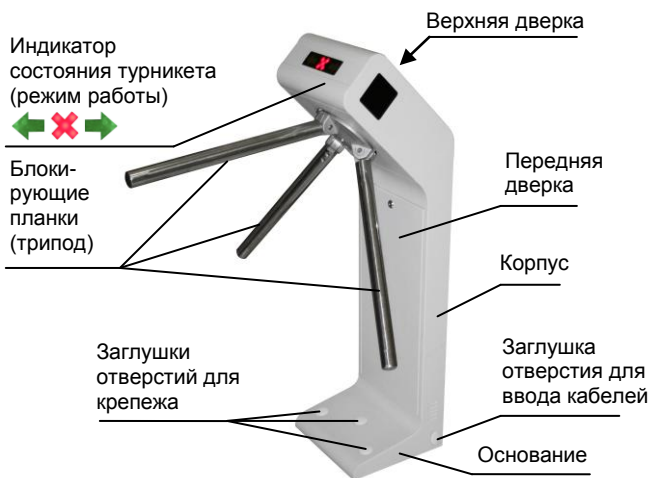

Рис.1 Общий вид турникета
Для ввода/вывода кабелей в основании турникета предусмотрено три отверстия (справа, слева и сзади) с установленными заглушками (рис.1, 6).
- на индикаторе состояния (рис.1) появится красный крестик, необходимо поднять блокирующую планку (должна зафиксироваться в поднятом состоянии) – турникет находится в режиме «Ожидания»;